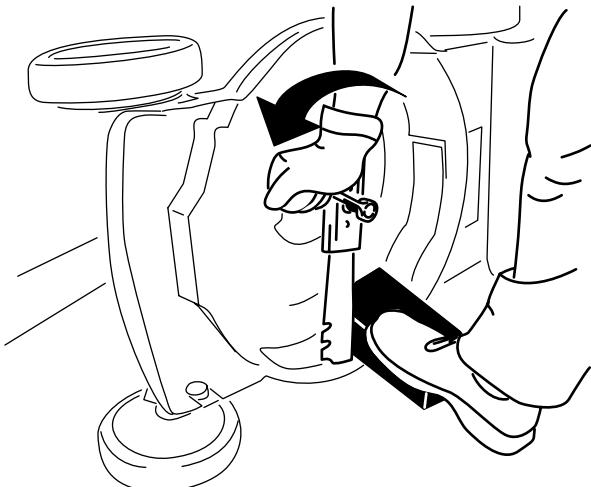

図 24
3. 角材などを使ってブレードをしっかり保持する図 24。
4. ブレードを取り外す。外したボルト類はすべて保管する図 24。